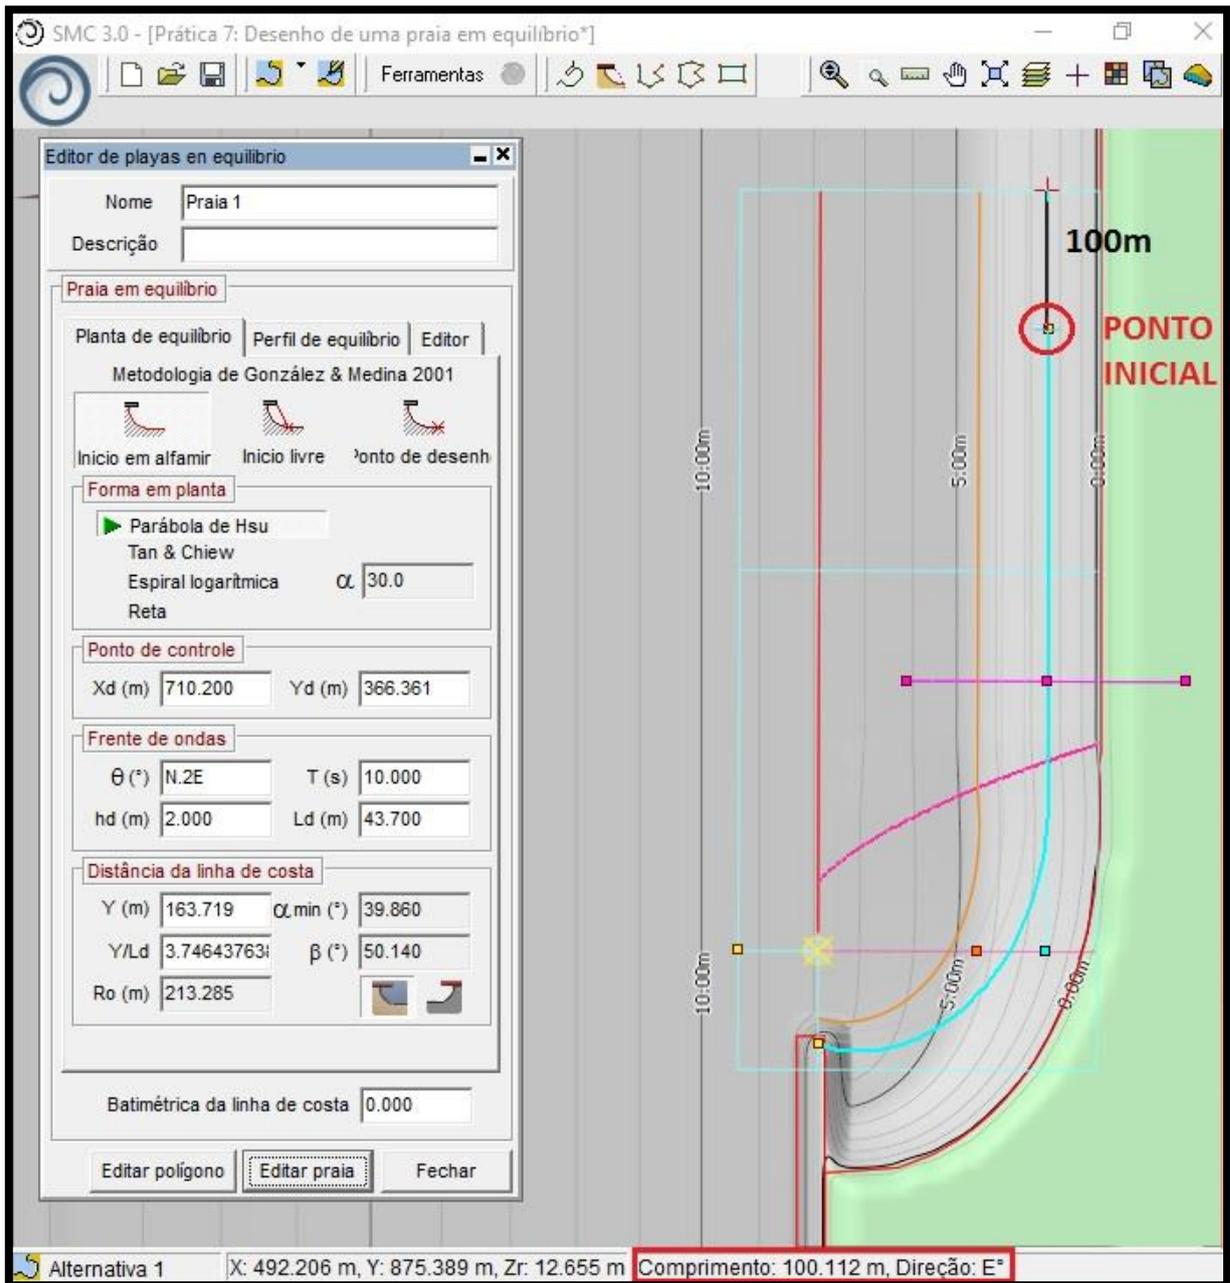

Figura 9 – Representação do ponto inicial da medida.
37) Selecionar novamente a ferramenta “Régua”. O ponto inicial para começar a medida é o final da linha de costa (linha azul) e se encontra representado na Figura 9;